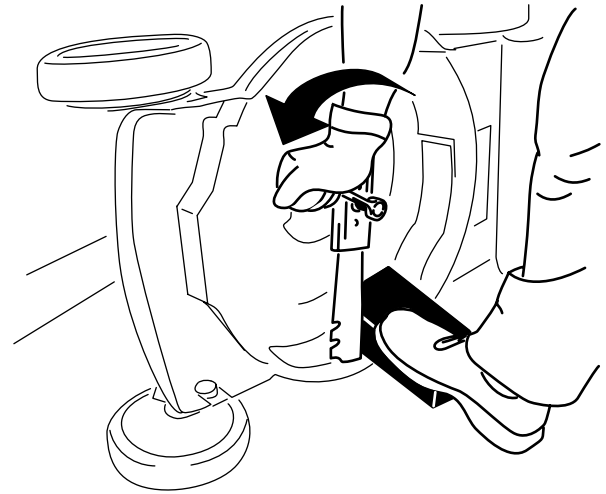

Figura 21
2. Utilice un bloque de madera para inmovilizar la cuchilla (Figura 21).
3. Retire la cuchilla, conservando todos los herrajes de montaje (Figura 21).